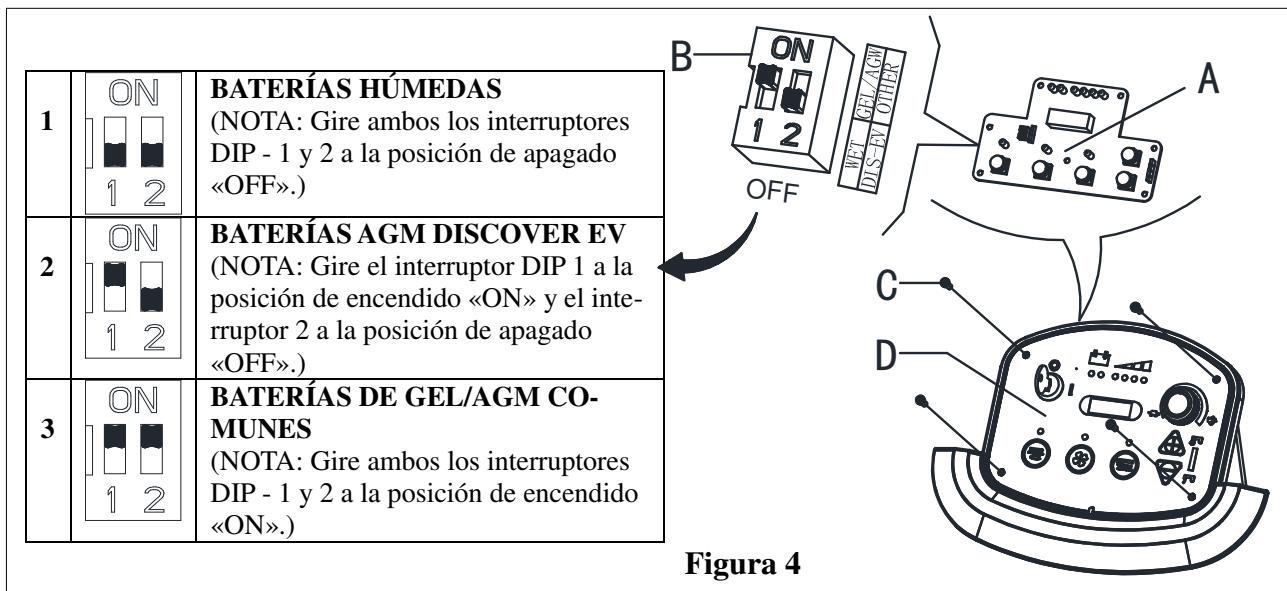

Figura 4
Al instalar las nuevas baterías por favor consulte la figura 4 para ajustar los interruptores DIP. De lo contrario las baterías podrían resultar dañadas.
1. Gire la llave de ignición (35) a la posición «I» y en los primeros segundos de funcionamiento de la máquina, prese atención a lo siguiente:
- Si la primera luz de aviso verde (38) está parpadeando, la máquina está configurada para batería de GEL/AGM.
- Si la primera luz de aviso amarilla (37) está parpadeando, la máquina está configurada para batería AGM del tipo Discover EV.
- Si la primera luz de aviso roja (36) está parpadeando, la máquina está configurada para batería HÚMEDA.
4. Desenrosque los tornillos en el panel de control (C, Figura 4), y a continuación gire el Tablero del panel de control (PCB) (A Figura 4) para encontrar el interruptor DIP (B, Figura 4) para configurar el tipo de batería (HÚMEDA o Discover EV AGM o GEL/AGM), (Refiérase a 1 o 2 o 3).